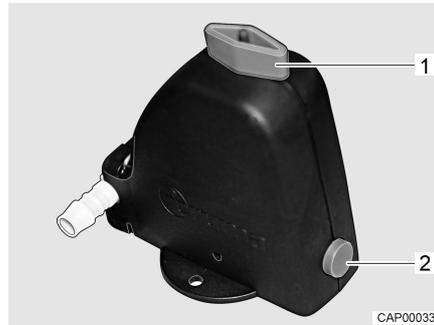
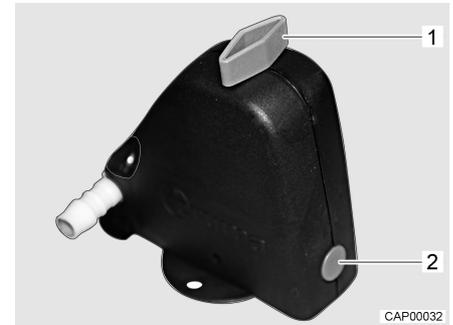

Bild 97 Sicherheits-/Ablassventil geöffnet
Bild 98 Sicherheits-/Ablassventil geschlossen
- Sicherheits-/Ablassventil schließen. Dazu Drehknopf (Bild 97, 1) quer zum Sicherheits-/Ablassventil drehen und Druckknopf (Bild 97, 2) hineindrücken. Das geschlossene Sicherheits-/Ablassventil ist in Bild 98 dargestellt. Bei Temperaturen unter 6 °C lässt sich das Sicherheits-/Ablassventil nicht schließen.